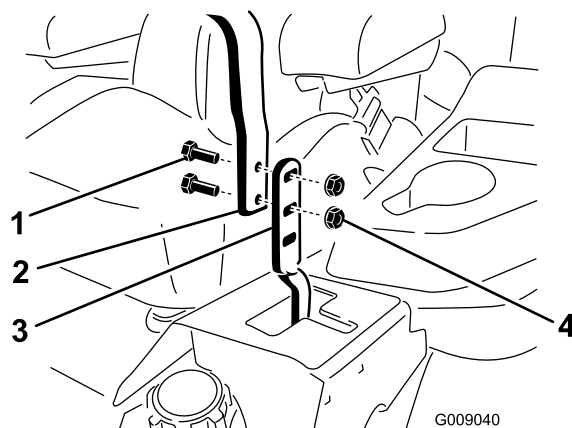

Bild 87
3. Lösen Sie die Schrauben und die Bundmuttern, die in den Hebeln installiert sind (Bild 87).
4. Fluchten Sie die Hebel in Längsrichtung aus. Bringen Sie die Hebel zuerst in der NEUTRAL-Stellung zusammen und schieben Sie die Hebel dann so lange, bis sie ausgefluchtet sind. Ziehen Sie dann die Schrauben an (Bild 87).